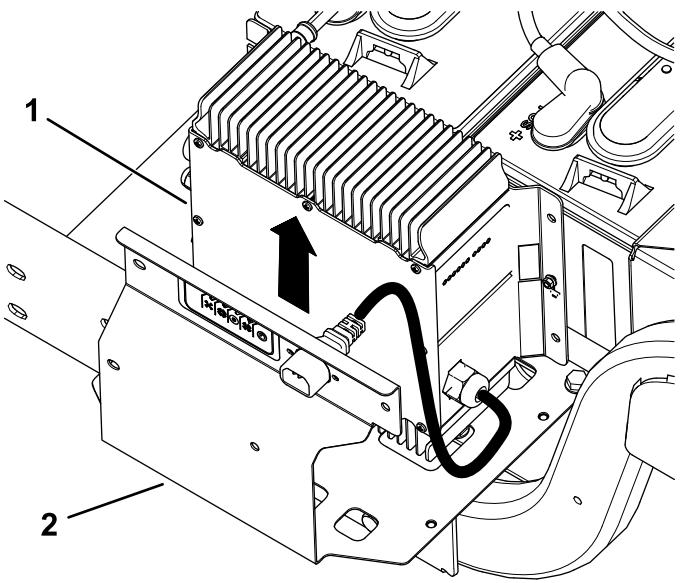

Figura 5
- Retire o carregador e o cabo do carregador do suporte do carregador (Figura 5).